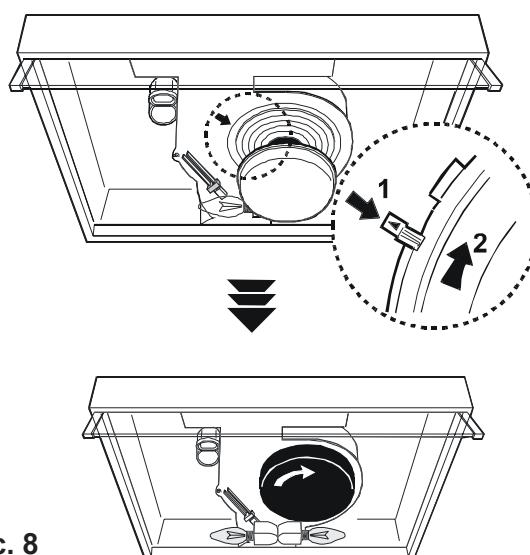

Рис. 8
- Установите рычаг режима работы в положение A – вытяжная вентиляция (рис. 8).
## Установка угольного фильтра (рис. 8)